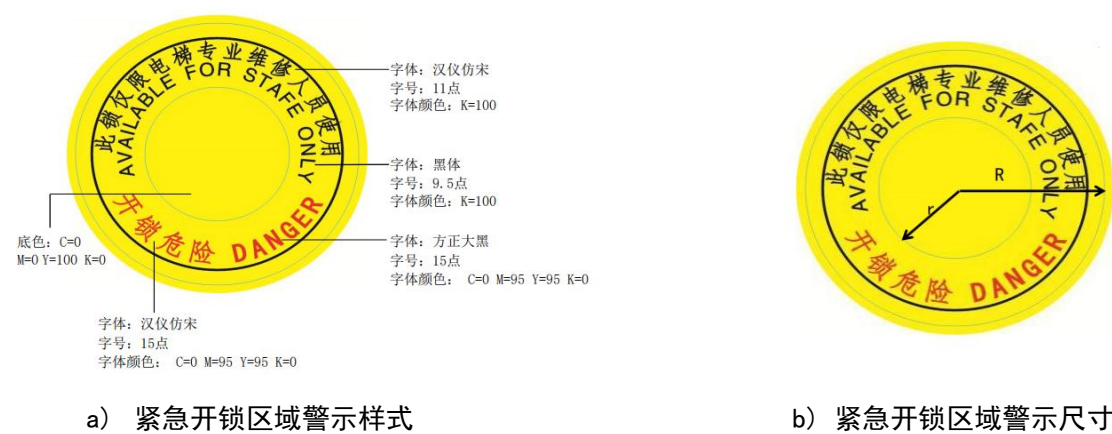

图 2 紧急开锁区域警示
- 4.3.2 电梯安全警示标志由字样和警示图案组成，紧急开锁区域警示的样式和尺寸应符合图 2 的规定，其余警示的样式和尺寸应符合 GB 2894 和 GB/T 31200 的规定。